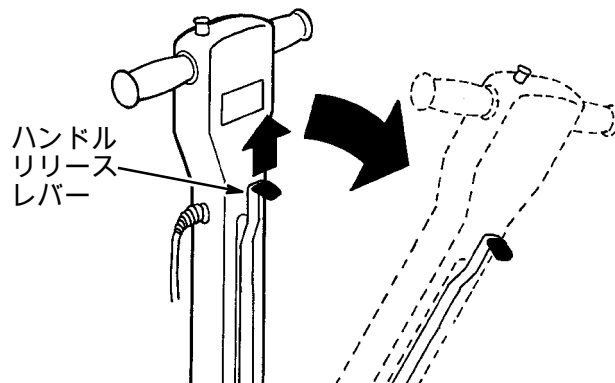

図4
3. ハンドル高さの調整レバーを上へ引いて、ハンドルを快適な操作の高さに下げてください。レバーを離して、ハンドルをかみ合わせます (図4)。